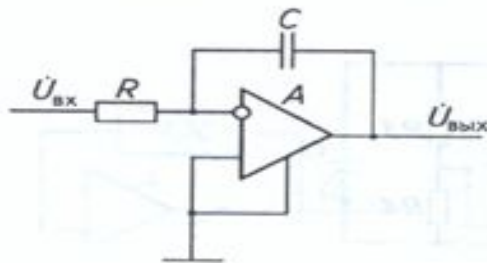

Рис. 4.52. Интегратор на ОУ
**Нелинейные функциональные узлы на ОУ. Интегратор на ОУ.** В интеграторе (рис. 4.52) цепь ООС частотно-зависимая и представляет собой конденсатор  $C$ .